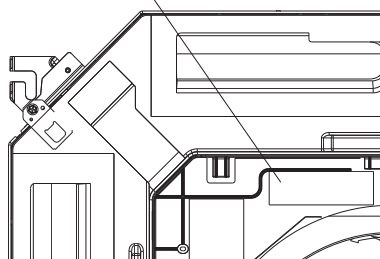

Fig. 3-9
3.8. Etiqueta en francés (Fig. 3-9)